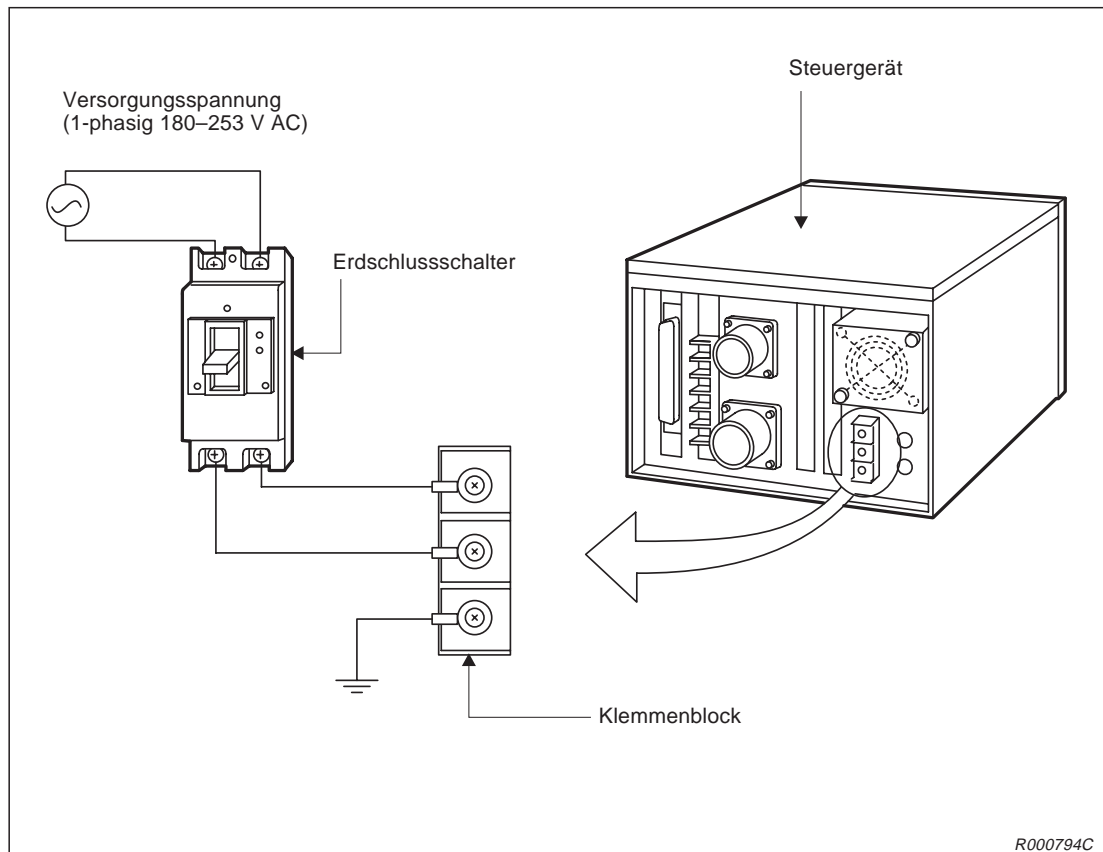

Abb. 2-13: Anschluss der Netzzuleitung und Erdung am Steuergerät
- ① Vergewissern Sie sich, dass die Netzspannung und der Leistungsschalter des Steuergerätes ausgeschaltet sind.
- ② Bereiten Sie die Netzzuleitung und das Erdungskabel vor. Verwenden Sie Kabel mit einem Mindestquerschnitt von 2 mm².
- ③ Lösen Sie die zwei Schrauben der Abdeckung des Klemmenblocks und entfernen die Abdeckung.
- ④ Schließen Sie das Spannungsversorgungskabel entsprechend der Abb. 2-13 an die Klemmen des Klemmenblocks an.